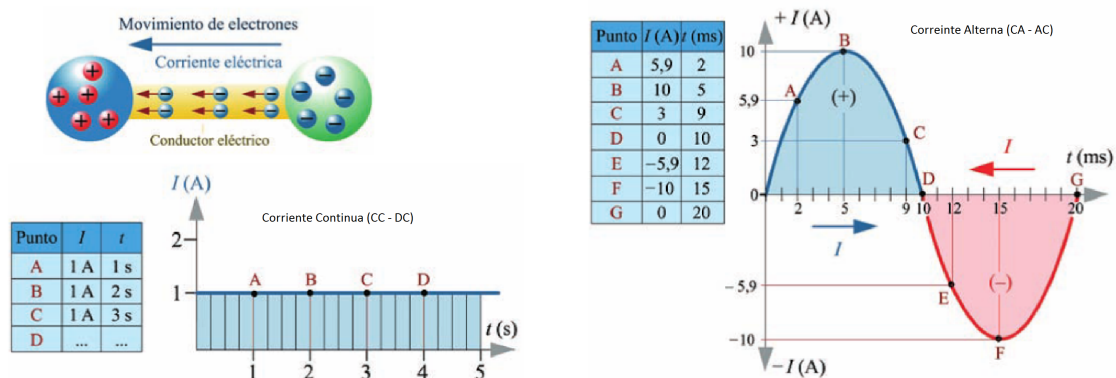

Figura 2. Corriente alterna vs. corriente continua.
El movimiento de electrones que se establece en un conductor se llama corriente $i(t)$. La corriente puede ser corriente continua (CC – DC) o corriente alterna (CA – AC), como se aprecia en la figura 2. La unidad de la corriente es el amperio (A).